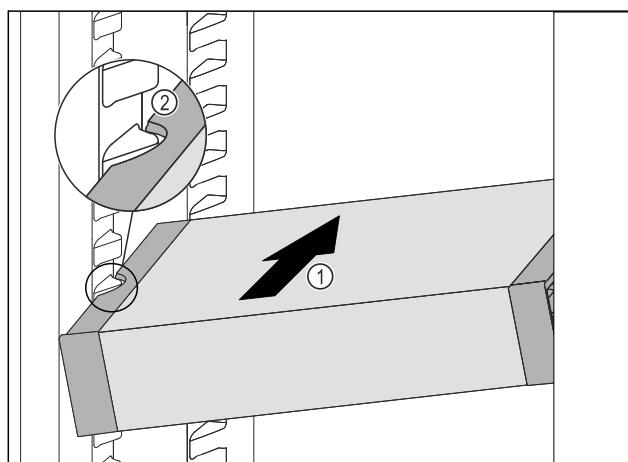

Fig. 133
- VarioSafe zasúvajte šikmo do chladničky Fig. 133 (1), kym sa bočné vybrania Fig. 133 (2) VarioSafe nebudú nachádzať vo výške rebra nádoby v chladničke.